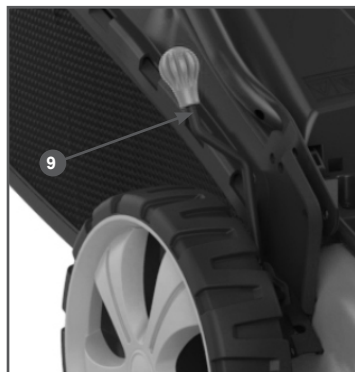

Рис. 12 Рычаг регулировки высоты скашивания
3. При кошении высокой травы установите максимальную высоту скашивания рычагом регулировки (Рис. 12). Это снизит нагрузку на двигатель и предотвратит его перегрузку.